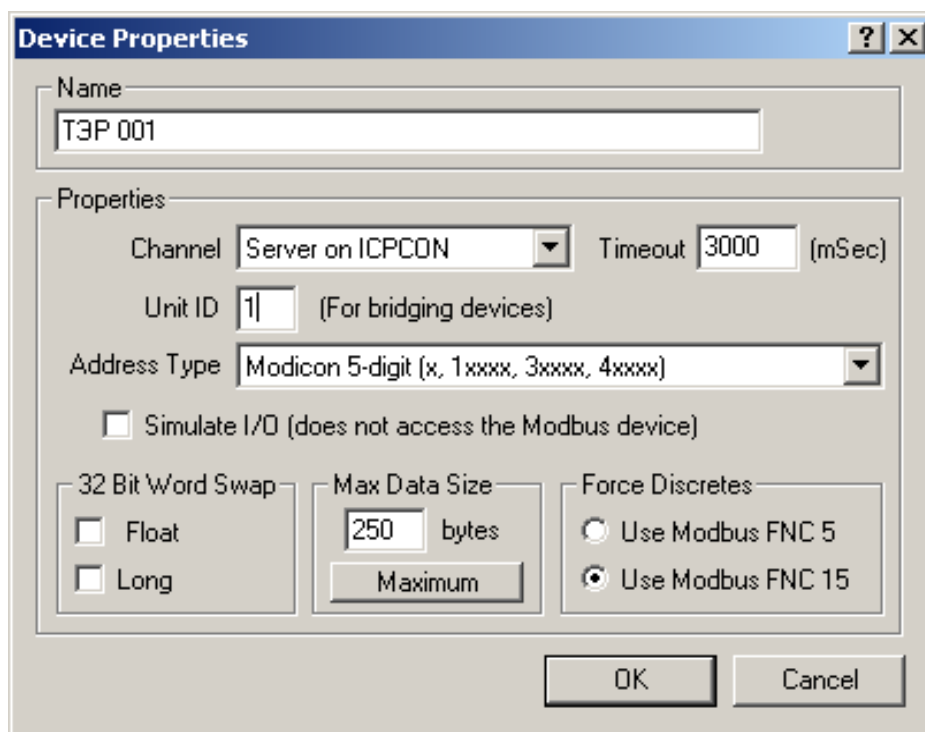

Рис.4. Создание нового устройства
2. Кнопкой *ADD DEVICE* создаем новое устройство и задаем его параметры (рис.4).